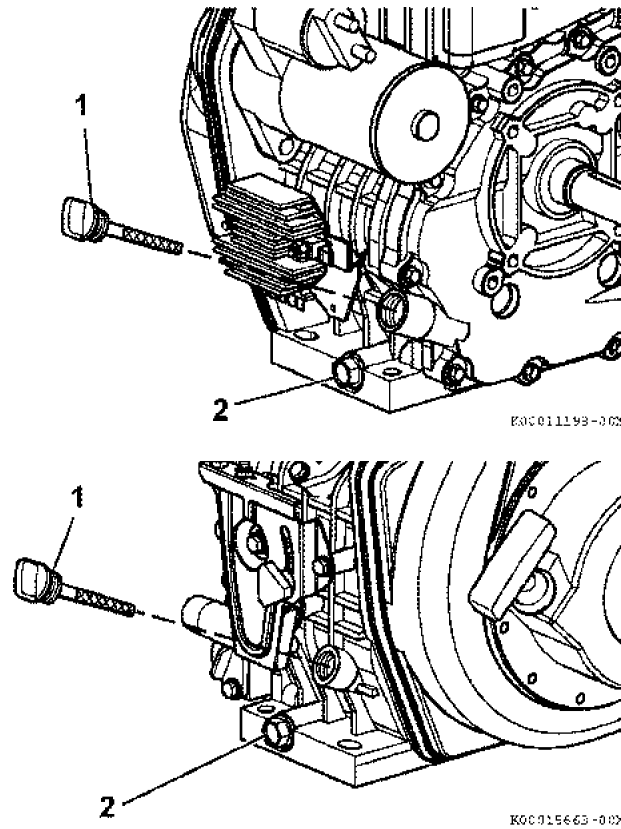

Рисунок 24
5. Снимите одну из крышек маслозаливной горловины (Рисунок 24, (2)), чтобы проветрить картер двигателя и обеспечить свободный слив моторного масла. Слейте моторное масло.
6. Вывинтить и вытащить крышку маслозаливной горловины / щуп для измерения уровня масла (Рисунок 24, (1)), чтобы масло свободно сливалось.
7. После того, как все масло слилось из картера двигателя, повторно установите сливную пробку на место (Рисунок 24, (2)) и закрутите ее с моментом затяжки 173 – 208 фунто-фут (19.6 – 23.5 Н-м, 2.0 – 2.4 кгс-м).